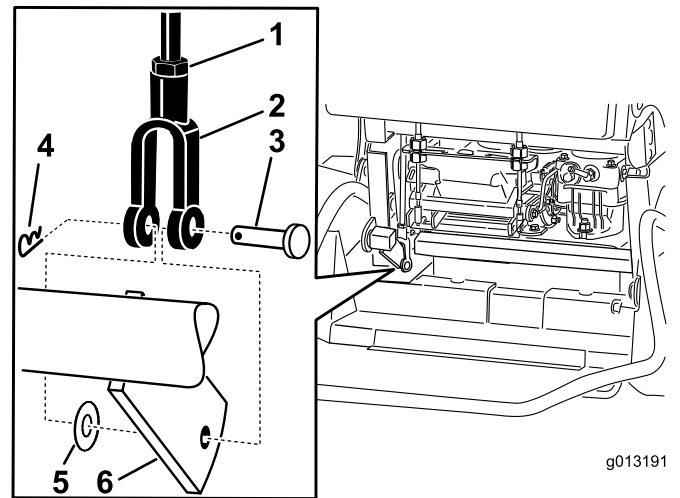

Figura 63
5. Para ajustar el freno, retire el pasador y el pasador de horquilla de la palanca de freno inferior y la horquilla (Figura 63).
6. Afloje la contratuerca (Figura 63).
7. Gire la horquilla. Para apretar el freno, gire la horquilla hacia arriba. Para aflojar el freno, gire la horquilla hacia abajo (Figura 63).
8. Fije la horquilla a la palanca de freno inferior con el pasador de horquilla y el pasador (Figura 63).
9. Apriete la contratuerca (Figura 63).